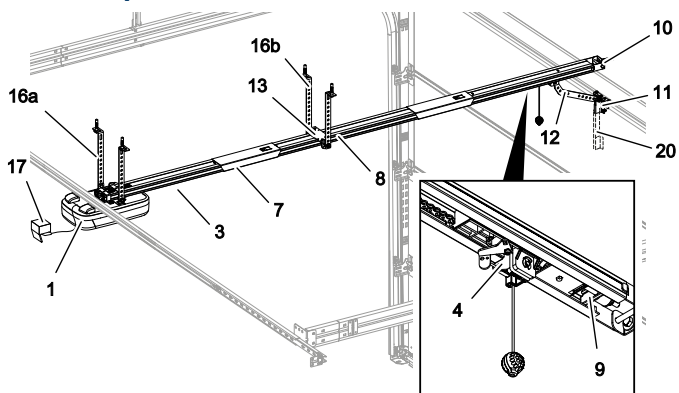

Fig. 1: Produktöversikt – monterad
Fäll ut löpskenan (3 och 8) helt. Skjut löpskenekopplingen (7) över skarvkantens mitt. Efterspänn kedjan eller kuggremmen vid behov (bild 1).